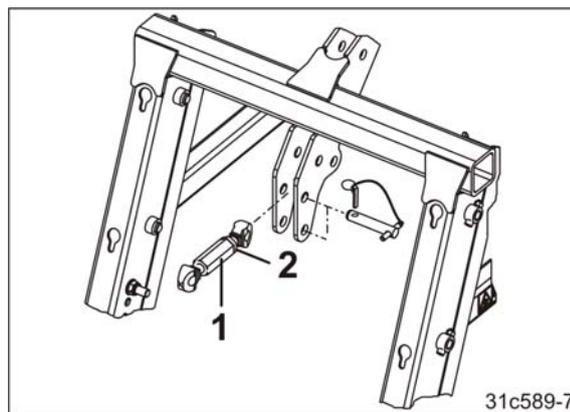

Fig. 109
8. Débrancher le tirant supérieur (Fig. 109/1) sur le point d'articulation supérieur (Cat. II) du semoir.
10. Mettre le semoir à l'horizontale en rallongeant ou en raccourcissant le bras supérieur. Bloquer le réglage du tirant supérieur au moyen du contre-écrou (Fig. 109/2).